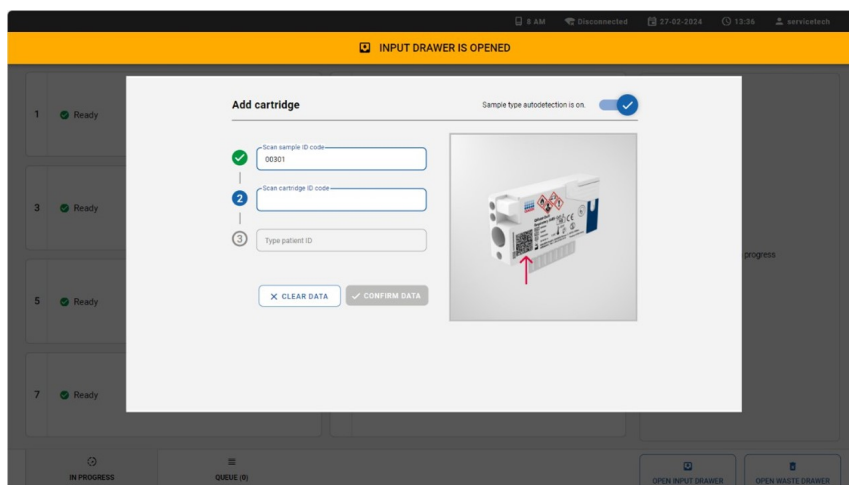

Bild 15. Skärmen Scan Cartridge ID (skanna kassett-ID).
2. Skanna kassetten streckkods-ID. QIAstat-Dx Rise känner automatiskt av vilken analys som ska köras baserat på QIAstat-Dx Rise-analyskassetten streckkod (Bild 15).